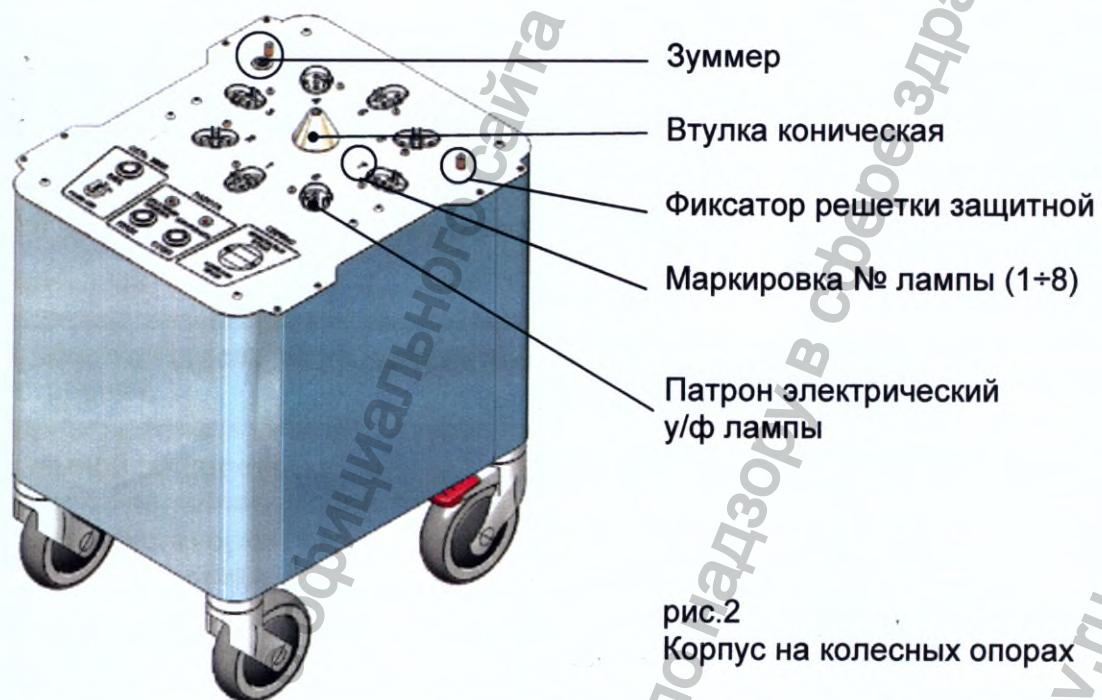

рис.2
- Корпус установки на колесных опорах (рис.2) 1 шт.